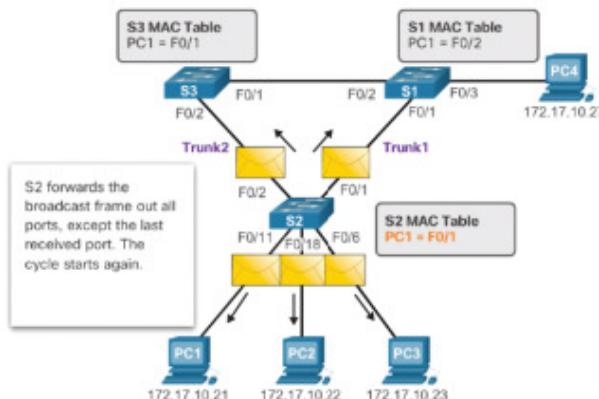

Figure 4.2: Momento 6 del bucle.
- **Inestabilidad de la base de datos MAC:** Las tramas de ethernet no poseen Tiempo de duración, como el encabezado IP de capa 3. Esto significa que Ethernet no tiene ni un mecanismo para descartar las tramas que se propagan innecesariamente. El bucle empieza de la siguiente manera; observando la imagen 4.2: